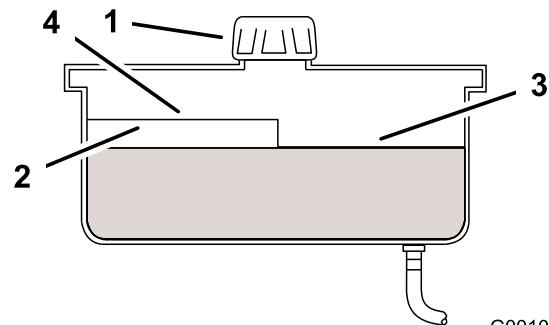

Figure 58
2. Nettoyez la surface autour du goulot de remplissage du réservoir hydraulique (Figure 58).
3. Enlevez le bouchon du goulot de remplissage et vérifiez si le réservoir contient du liquide (Figure 58).
**Remarque:** Lorsque l'huile est chaude, le niveau de liquide doit atteindre le haut du repère "à chaud" sur le déflecteur (Figure 58).